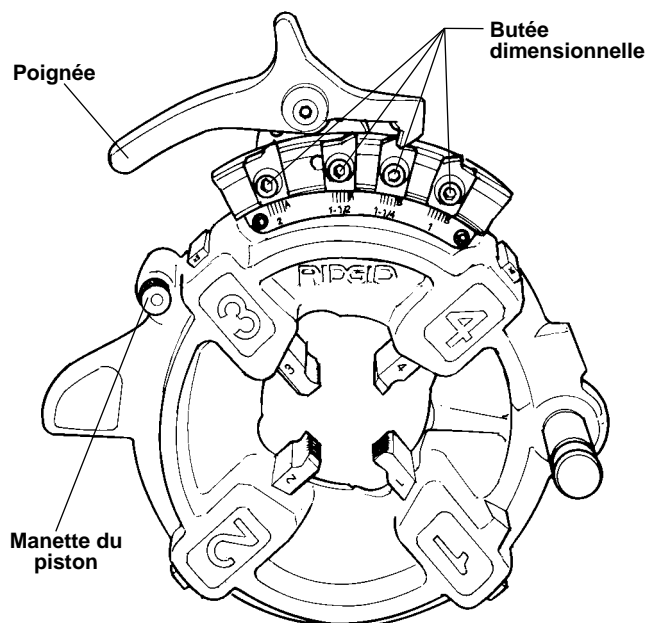

Figure 13 – Tête de filière semi-automatique
Tête de filière à ouverture semi-automatique (*Figure 13*) – Lorsque l'extrémité du tuyau en cours de filetage arrive à fleur de l'extrémité de la filière n° 1, tapez sur la poignée pour que les filières libèrent le tuyau.
La tête de filière semi-automatique (*Figure 13*) pour filetages à droite utilise quatre jeux de filières pour couvrir le filetage des tuyaux allant de $\frac{1}{8}$ à 2 po de diamètre. Un jeu de filières est nécessaire pour chacune des sections suivantes : ($\frac{1}{8}$ po), ($\frac{1}{4}$ à $\frac{3}{8}$ po), ($\frac{1}{2}$ à $\frac{3}{4}$ po) et (1 à 2 po). Le filetage des tiges nécessite un jeu de filières spécial pour chaque section de tige.
1. Appuyez sur la poignée pour faire reposer la plaque à cames (*Figure 13 – tête de filière Modèle 816/817*) contre la butée comme indiqué.